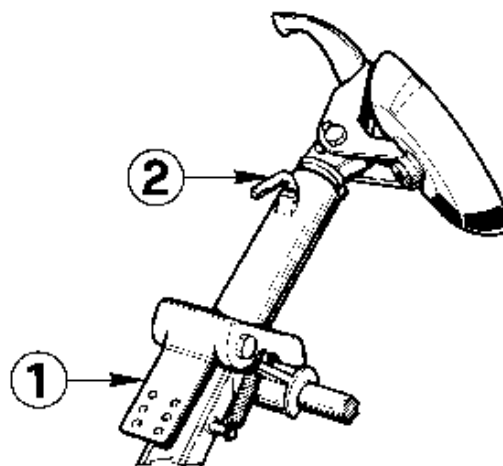

Fig.14
7. Pour soulever le bras porte-outil, appuyer sur la pédale #1 Fig.14 et saisir le levier #2 Fig.14. Le bras est équilibré par un mécanisme à ressort et l'effort demandé est minimum. Si on veut bloquer le bras dans la position de travail, s'assurer de le bloquer énergiquement. La construction métallique solide neutralisera la poussée.
8. Pour tourner l'outil, lâcher le levier #2 Fig.14.